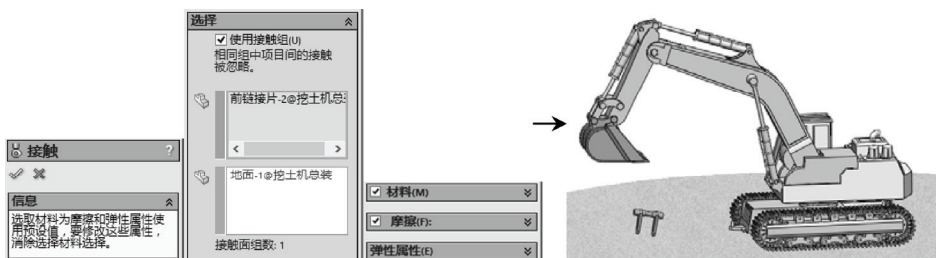

图 8-27 设置被挖掘件与挖斗间的接触模拟元素
STEP 3 同 **STEP 2** 中的操作，单击“接触”按钮，设置地面上的小部件和“挖斗”为两个相对的接触组，添加其间的接触模拟元素，如图 8-27 所示，完成整个动画模型的设置操作，单击“计算”按钮，再单击“播放”按钮即可观看动画效果。